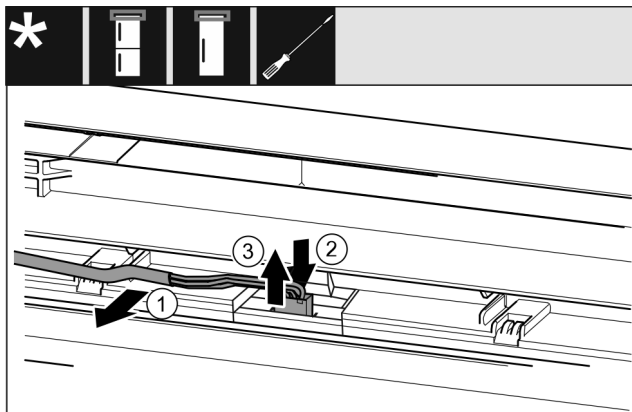

Fig. 20
- ▶ Grijze kabel voorzichtig uit de geleiding in de deur losmaken. Fig. 20 (1)
- ▶ Lip achter de stekker naar achteren drukken. Fig. 20 (2)
- ▶ Stekker er voorzichtig omhoog uittrekken. Fig. 20 (3)